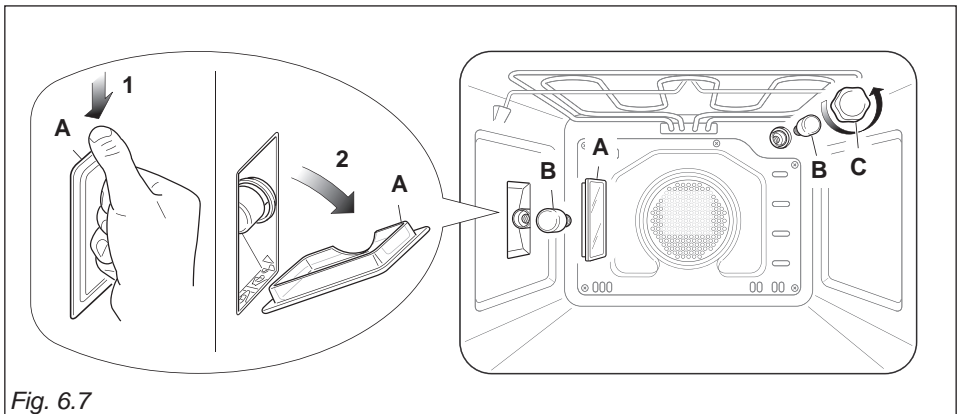

Fig. 6.7
- Tryk ned på lampedækslet "A" (Fig. 6.7) og afmonter det ved at rotere det nedad. **VIGTIGT:** Benyt aldrig skruetrækkere eller andet form for værktøj eller bestik til afmontering af lampedækslet. Fare for produktskade! Benyt udelukkende hænderne til afmontering.
- Afmonter lampedækslet "C" (Fig. 6.7).